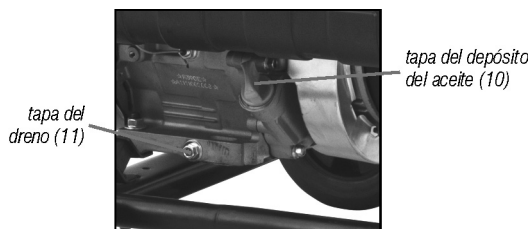

Fig. 20 – cambio de aceite
- 4 – Retire la tapa de dreno del cárter (fig. 20);